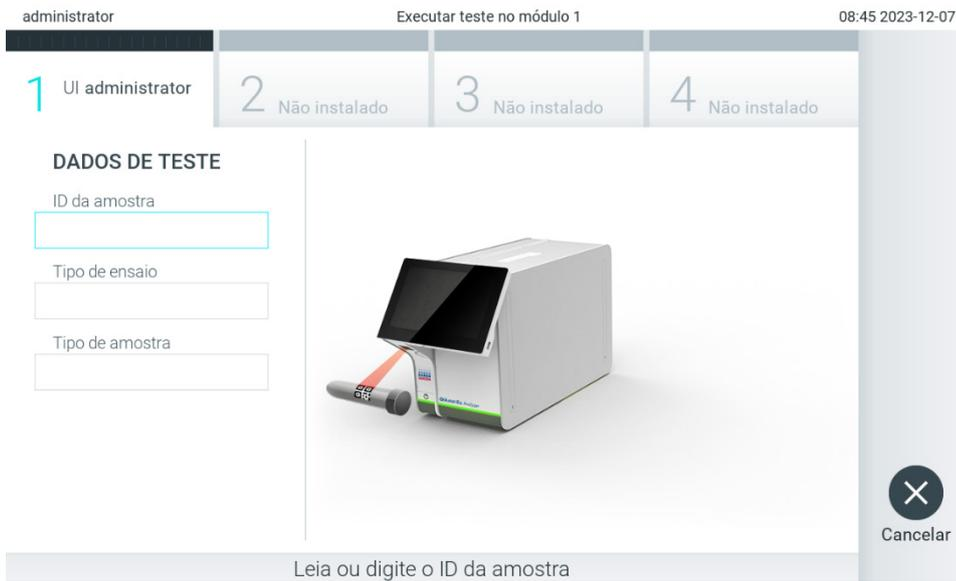

Figura 85. Lendo o código de barras de ID da amostra
2. Quando solicitado, leia o código de barras de ID da amostra com o leitor de códigos de barras integrado no Módulo operacional (Figura 85).